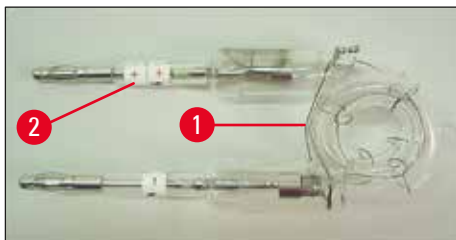
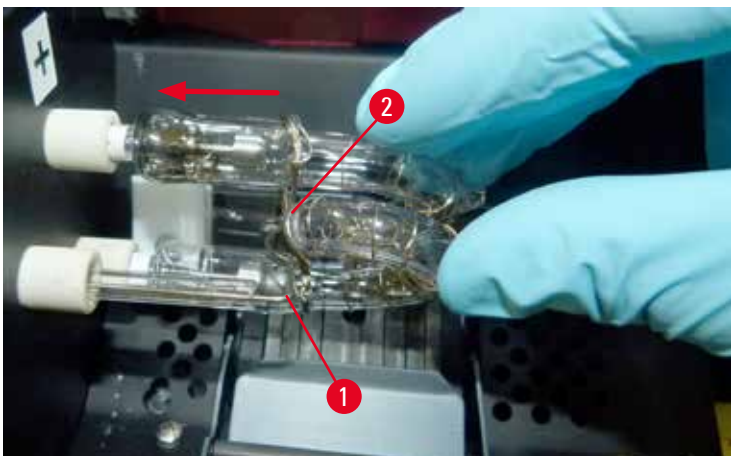

Fig. 21
Fig. 23
2. Insira a nova lâmpada de flash (→ "Fig. 21") na tomada (→ "Fig. 20-3"); Em seguida, empurre-o cuidadosamente para dentro, tanto quanto ele for (→ "Fig. 23") (o marcador de polaridade (+) não deve mais ser visível). Se necessário, mova a lâmpada de flash gentilmente para cima e para baixo.